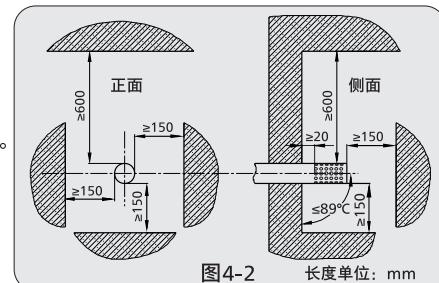

图4-2
- 排烟口出口必须设置在室外。热水器使用时，排气管出口可能有冷凝水滴落，安装时应注意不要影响他人。排气管出口距周围物体的间距如图4-2所示。